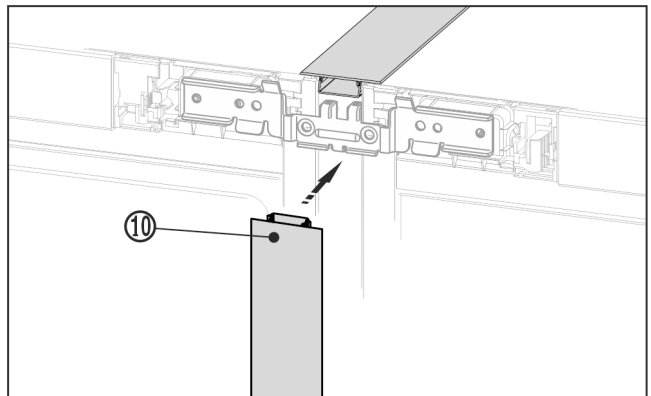

Fig. 23 *
- Sul lato anteriore premere il listello superiore Fig. 23 (10) lungo nella fessura verticale. Assicurarsi che il listello poggi sulla lamiera di collegamento.*